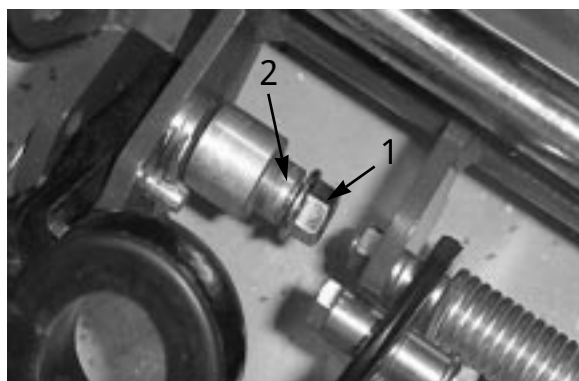

図 3
1. 機体左右のキャップスクリューとピボット・ピンからフランジ・ロックナットを外す（図3）。